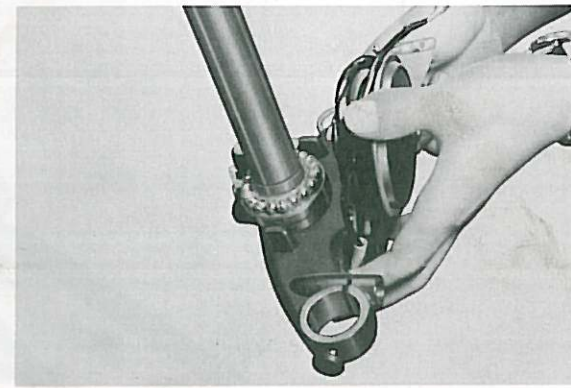

Fig. 5-7-10
2. Grease the lower ball race of the bottom assembly and arrange the balls around it. Then apply more grease. (Fig. 5-7-10)
2. Garnir de graisse la cuvette inférieure de roulement situé en bas, et disposer les billes sur son pourtour. Ensuite, ajouter de la graisse sur les billes. (Fig. 5-7-10)
2. Unteren Laufring des unteren Lagers einfetten und die Kugeln auflegen. Danach nochmals Schmierfett auftragen. (Fig. 5-7-10)